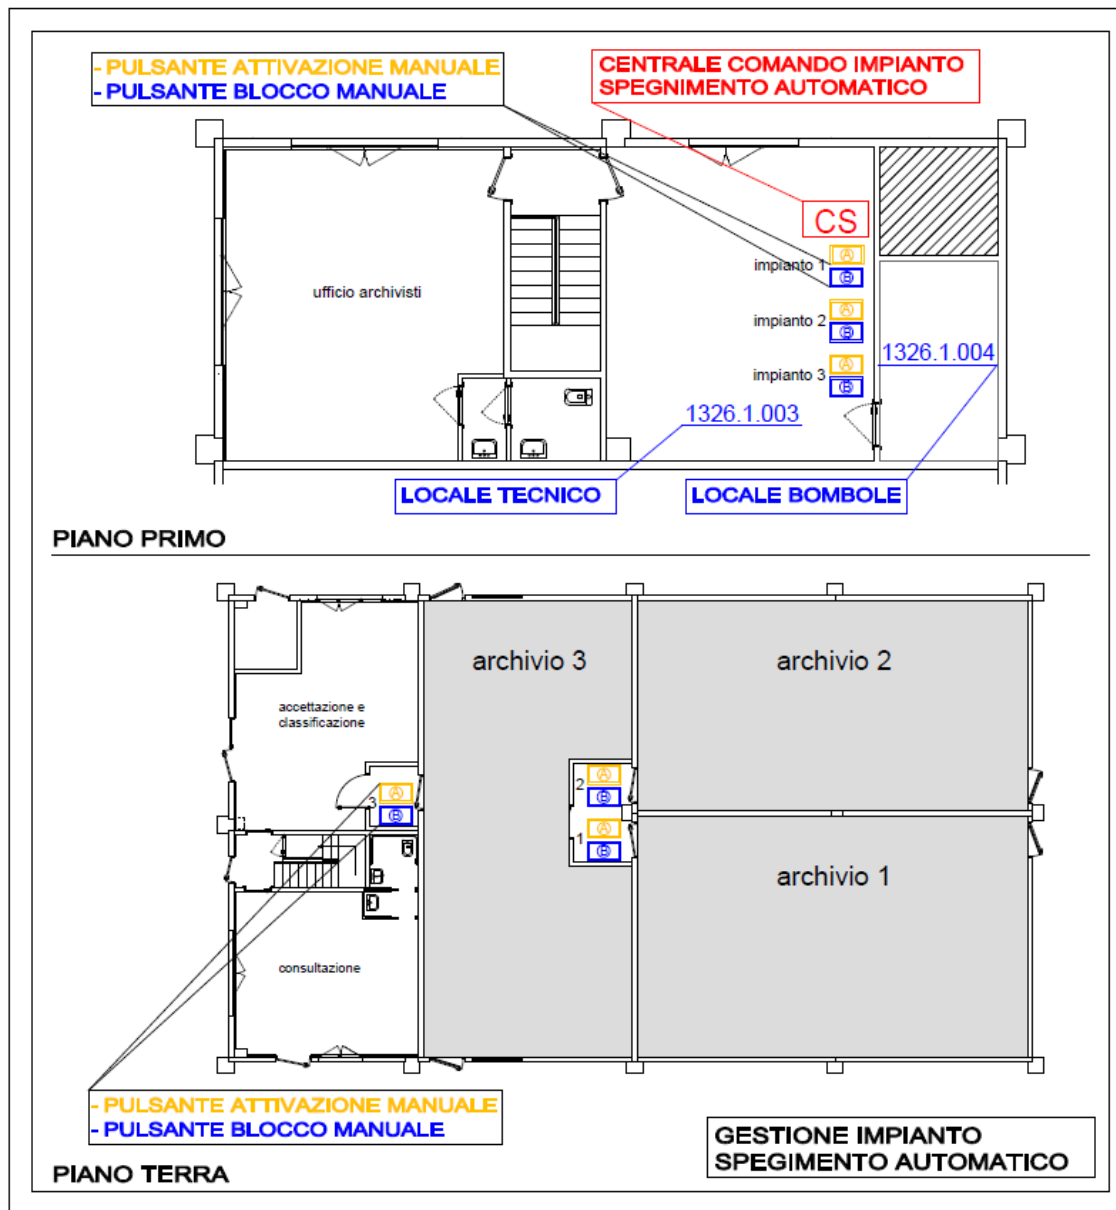

Figura 2 - Impianto di spegnimento automatico
L'impianto è costituito da due centraline di comando ubicate nel locale tecnico al piano primo (locale 1926.1.003, vedi p.to 3.4 – Figura 2); una centralina è a servizio dell'archivio 1 l'altra centralina è a servizio degli archivi 2 e 3.
Le bombole contenente il gas estinguente (IG55 – Azoto + Argon) sono stoccate all'interno del locale bombole al piano primo (locale 1326.1.004, vedi p.to 3.4 – Figura 2)
- Effettua la chiamata al **numero unico per le emergenze (112)**;
- Se necessario fornisce indicazione di procedere alla disattivazione degli impianti tecnologici e di servizio mettendo in sicurezza l'edificio (es. toglie corrente, ecc. – vedi p.to 3.4 – Figura 2);